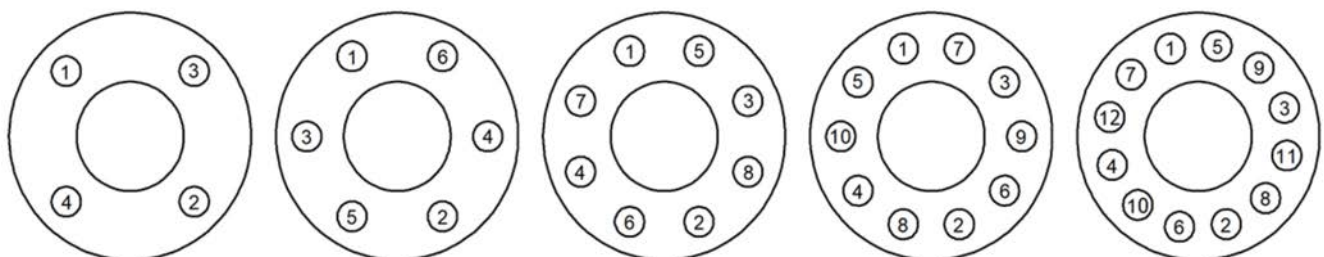

Abb. 2 Abfolge beim Festziehen
Um die Gleichmäßigkeit der Last und der Ausrichtung zu gewährleisten, müssen die Schrauben der Flansche gekreuzt und nach und nach festgezogen werden, wie in Abb.2 angegeben
- ♦ Die Mutter (10) lösen und die Schrauben (15) vollkommen aufschrauben.
- ♦ Den Oberteil (9) und den ganzen Schieber (3)
- ♦ Den eventuellen Käfig entfernen (5)
- ♦ Die Dichtung des Ausgleichskolbens (8) austauschen und die Führung (6) lösen.
- ♦ Den Sitz (2) wenn nötig austauschen, wozu die speziellen Schlüssel zu verwenden sind
- ♦ Den neuen Schieber in den Oberteil (9) einführen, wobei darauf zu achten ist, dass der Schaft mit Silikonöl geschmiert wird.
- ♦ Die Dichtungen des Gehäuses (11) sind immer auszutauschen, wobei die Auflageflächen genau gereinigt werden müssen.
- ♦ Die Muttern (15) gekreuzt und nach und nach festziehen, wie im Beispiel in Abb.2 in Abschnitt 2.01 angegeben, wobei die in Kapitel 5 angegebenen Anzugsdrehmomente zu verwenden sind